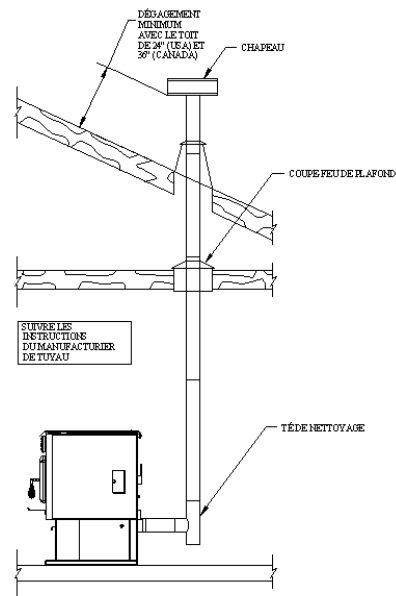

FIGURE 9
B. INSTALLATION VERTICALE AVEC UN SYSTÈME D'ÉVACUATION NEUF (Voir figure 9 - évacuation par le toit)